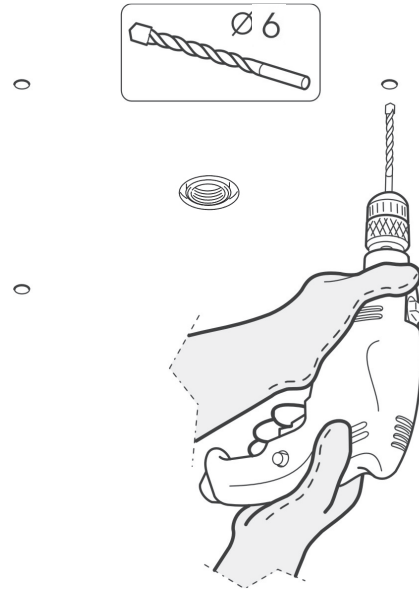

Fig. 2
2) Eseguire i fori a soffitto e montare i tasselli 2b (fig.2).
2) Make the holes in the ceiling and mount the expansion bolts 2b (fig.2).
- 2) Die Bohrungen an der Decke durchführen und die Dübel 2b montieren (Abb. 2).
- 2) Percer le plafond et introduire les chevilles (2b) (fig. 2).